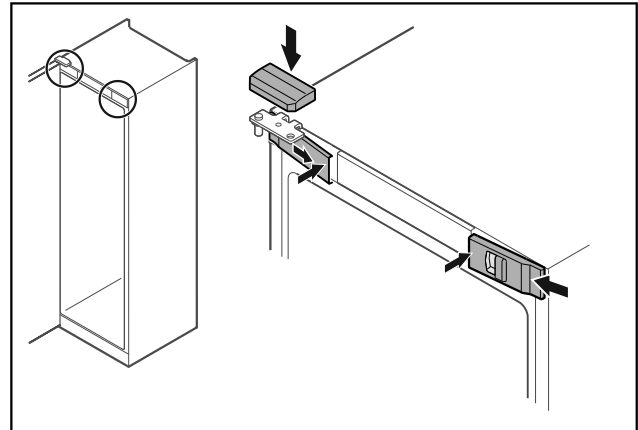

Fig. 35
- Vordere Abdeckungen Fig. 35 (1) seitlich einhaken und innen aufrasten.
- Obere Abdeckung Fig. 35 (2) von oben aufrasten.